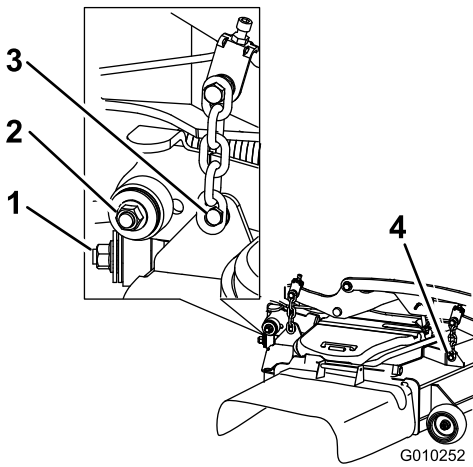

Figura 123
7. Retire y guarde los herrajes de ambos lados de la carcasa, según se muestra en Figura 123.